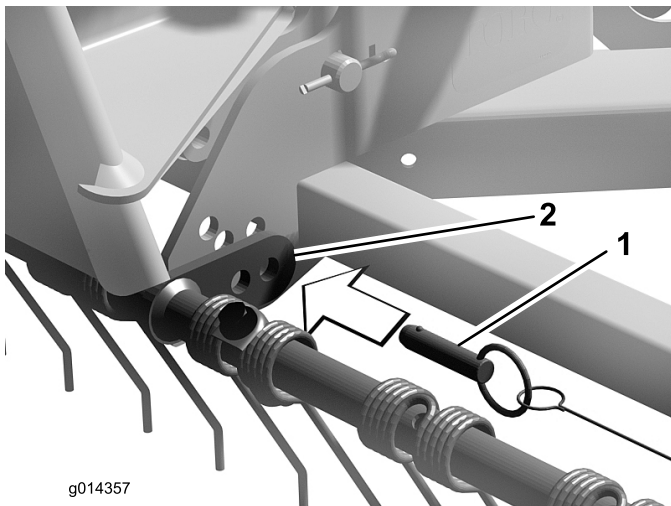

図 8
3. クイック・ピンを使って、スプリング・タイン・ホルダーについているタブをターフ・グルーマに固定する（図 8）。スプリング・タイン・グルーマの姿勢の調整は、クイック・ピンの位置を変えることで調整する。
注 スプリング・タイン・グルーマを使用位置や収納位置に切り替えるとき、クイック・ピンの取り付け位置を合わせるのに少し内向きに力を加える必要があります（図 8）。